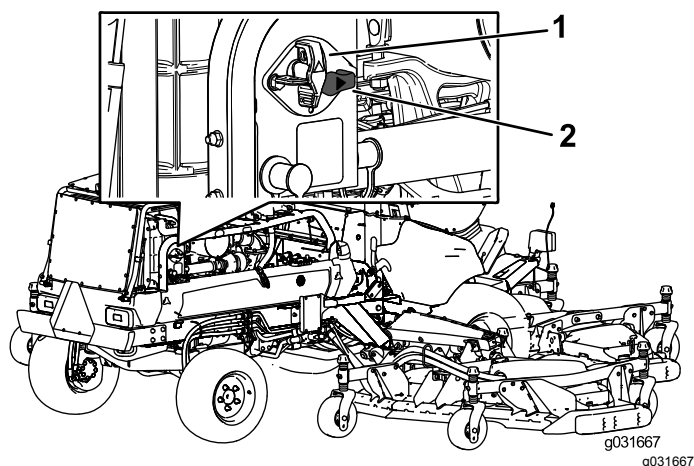

図 74
- 電気系統に通電を行うには遮断スイッチ右に回して ON 位置にする 図 74。
- 電気系統への通電を遮断するには遮断スイッチ左に回して OFF 位置にする 図 74。